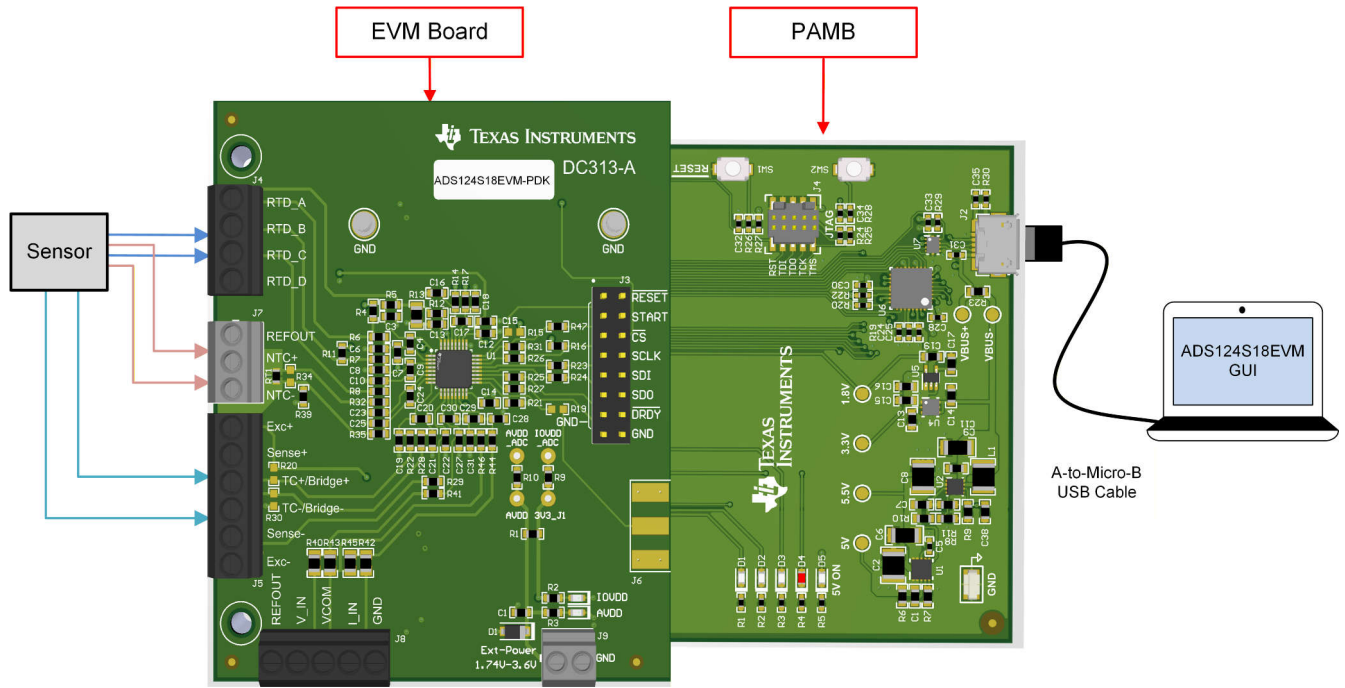

图 1-1. 用于评估的 DC313A 连接
本用户指南描述了 ADS124S18 评估模块的操作和使用。ADS124S18EVM 是一款全组装式评估平台，旨在全面展现 ADS124S18 器件的性能及工作功能，这些特性和功能使该器件非常适合各类模拟传感器测量应用。该评估模块 (EVM) 装在随附的 PAMB 顶层，用作通过 USB 连接 PC 的 GUI 通信网桥。该电路板组合还用作通过 SPI 连接微控制器 (MCU)，从而与 ADS124S18 器件进行通信。图 1-1 展示了系统设置的功能方框图。
7. 将外部传感器或信号连接至 ADS124S18EVM 上的 J4、J5、J7 或 J8，如 图 1-1 中所示。